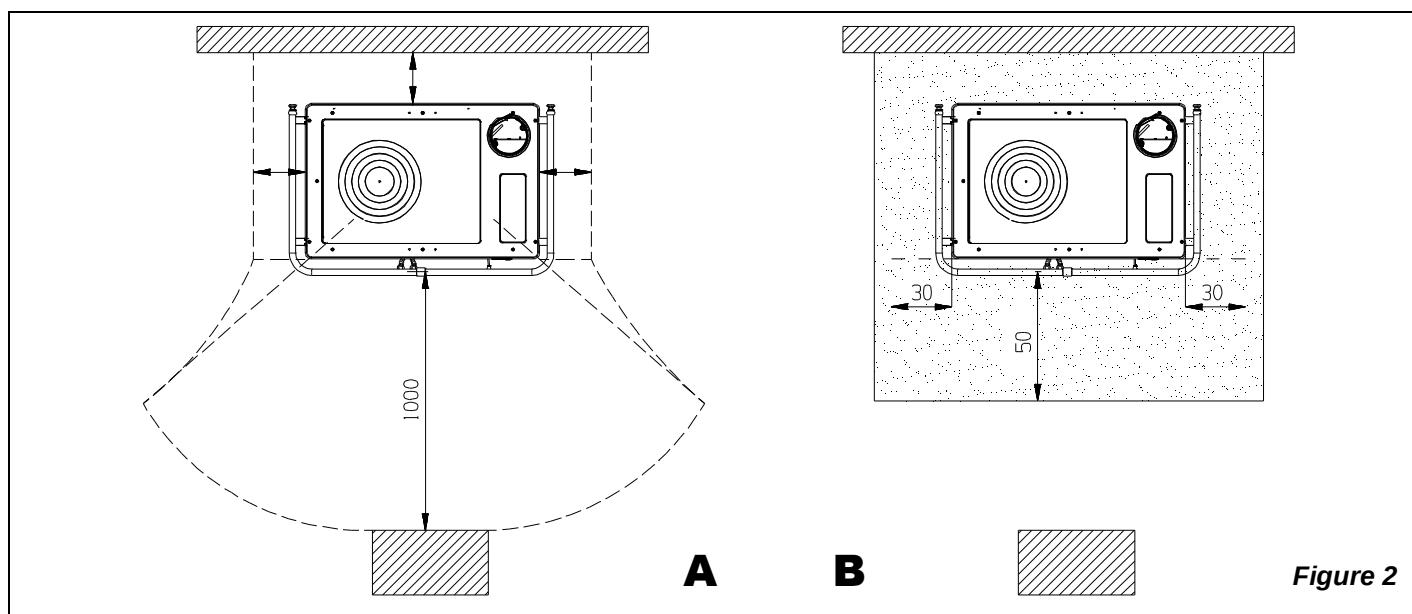

Figure 2
- pour assurer une isolation thermique suffisante, respecter la distance minimale de sécurité entre le poêle et les éléments de construction et objets inflammables et sensibles à la chaleur (meubles, revêtements en bois, tissus, etc.) (voir Figure 2). **Toutes les distances minimales de sécurité sont indiquées dans l'étiquette du produit et on il NE FAUT PAS descendre au-dessous des valeurs indiquées.**
- si le produit est installé sur un sol de matériau inflammable, prévoir une base ignifuge. **Les sols composés par matériaux inflammables**, comme moquette, parquet ou liège etc., **doivent être remplacés** par une couche de matériel pas inflammable, par exemple céramique, pierre, vitre ou acier etc.. (dimensions selon les dispositions régionales). Le fond doit dépasser frontalement d'au moins **50cm** et latéralement d'au moins **30cm** au-delà de l'ouverture de la porte de charge, (voir Figure 2 B)